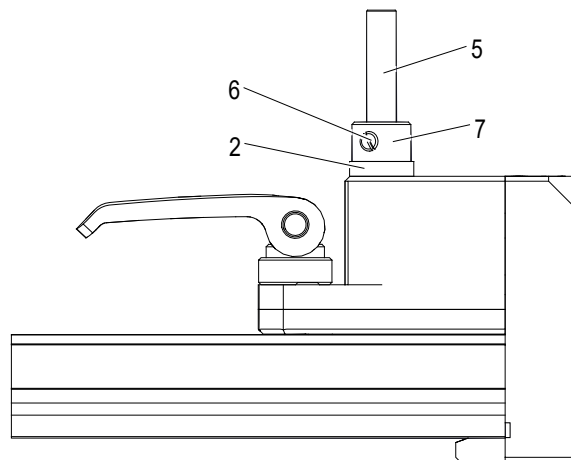

Abb. 111: Stufenbohrer (5) liegt an der Bohröffnung (10) an
→ Mit einem Akkuschauber (inkl. Senkung), bis der Stellung an der Bohrbuchse (2) anschlägt, bohren (siehe Abb. 111).